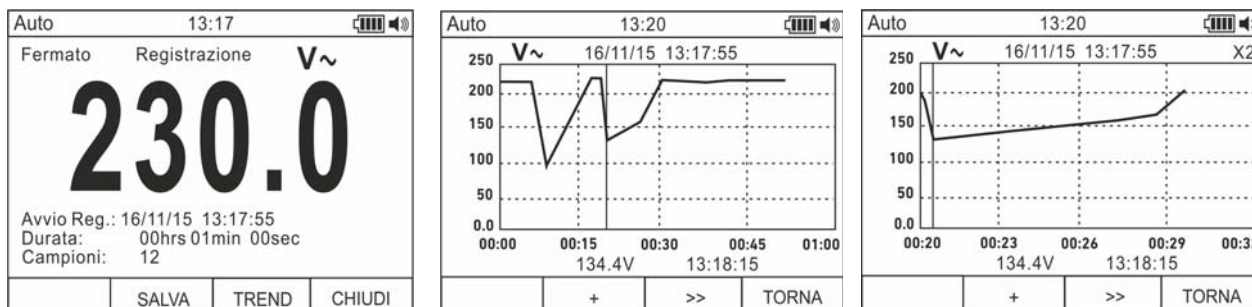

Fig. 11: Avvio registrazione dati
9. Lo strumento mostra il tempo residuo e il numero dei campioni acquisiti in tempo reale e il messaggio "Fermato" al termine della registrazione (vedere Fig. 11 – parte sinistra). Premere il tasto **F4 (STOP)** per fermare la registrazione in qualunque momento
11. Premere il tasto **F3 (TREND)** per visualizzare l'andamento della registrazione (vedere Fig. 11 – parte centrale)
12. Premere il tasto **F4 (>>)** per muovere il cursore sul grafico e il tasto **F2 (+)** per attivare la funzione di Zoom del grafico aumentando la risoluzione (il simbolo "Xy" in cui y=max dimensione zoom appare nella parte alta destra del display) (vedere Fig. 11 – parte destra). E' possibile eseguire operazioni di Zoom X1 per **almeno 15 punti di misura**, X2 per **almeno 30 punti di misura**, X3 per **almeno 60 punti di misura** e così via per un massimo di **6 operazioni di Zoom**